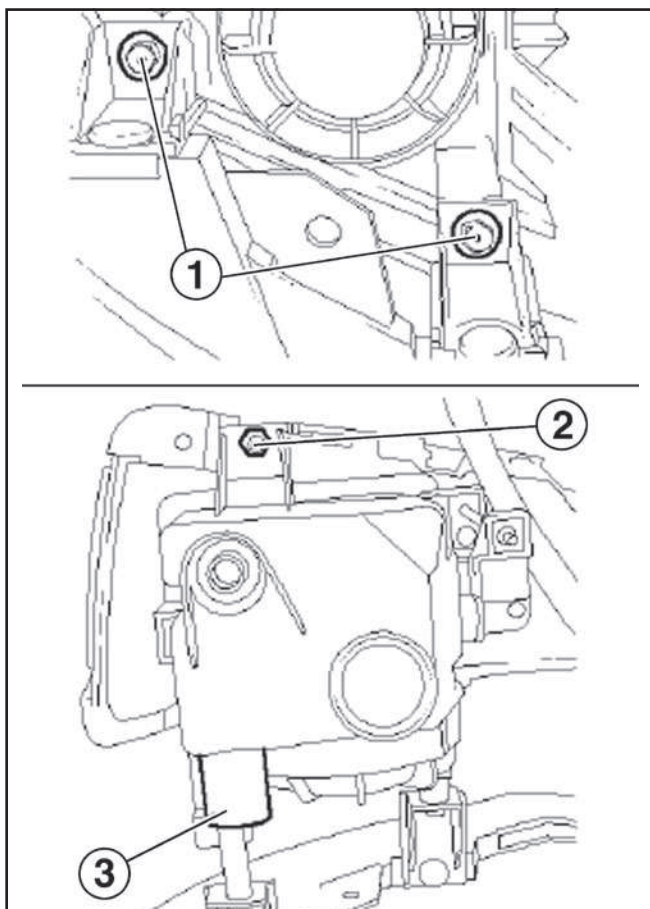

Fig. 1
- Desmontar los tornillos (1) y (2) de fijación del proyector antiniebla (Fig. 1).
- Desconectar el conector eléctrico (3) del proyector antiniebla.